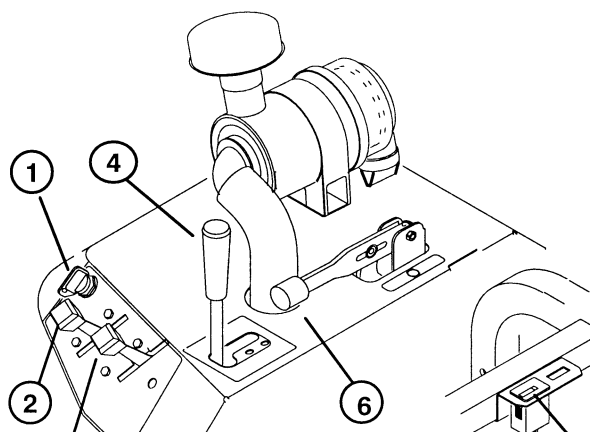

Fig. 7
Tændingskontakt (fig. 7)—Tændingsnøglen, der bruges til at starte og standse motoren, har 3 stillinger: AFBRUDT (OFF), KØRSEL (RUN) og START. Drej nøglen med uret—START-stilling—for at aktivere startmotoren. Så snart motoren starter, skal nøglen slippes. Nøglen bevæger sig automatisk til KØRSEL (RUN). Motoren afbrydes ved at dreje nøglen mod uret til AFBRUDT (OFF).
Choker (fig. 7)—Når man ønsker at starte en kold motor, skal karburatorens spjæld lukkes ved at
Gashåndtag (fig. 7)—Håndtaget er forbundet med gasspjældsforbindelsen til karburatoren og aktiverer denne. Gashåndtaget har to stillinger: LANGSOMT (SLOW) og HURTIGT (FAST). Motorhastigheden kan varieres mellem disse to indstillinger.
Timetæller (fig. 7)—Registrerer det totale antal timer, motoren har været i brug. Timetælleren går i gang, når tændingsnøglen drejes til TILSLUTTET (ON).
Løftehåndtag (fig. 7)—Redskabet løftes ved at trække håndtaget op; redskabet sænkes ved at trykke håndtaget ned. Når den ønskede stilling er opnået, slippes håndtaget, hvorefter det vender tilbage til fristilling.